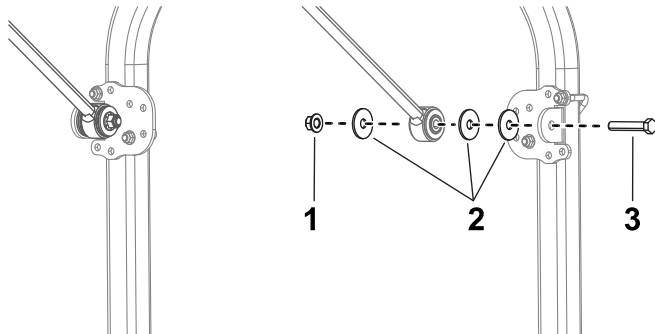

Bild 13
13. Befestigen Sie auf jeder Seite der Maschine eine Strebenhalterung mit einer Schraube ($\frac{1}{2}$ " x $2\frac{1}{2}$ "), einer Scheibe ($\frac{1}{2}$ "), drei großen Unterlegscheiben und einer Bundmutter ($\frac{1}{2}$ ") an jeder Strebe, wie in Bild 13 abgebildet.